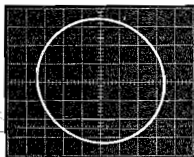

Abb. 18
- b) Durch Vergleichen mit einer bekannten Frequenz (X-Y-Betrieb). Bei dieser Meßmethode wird die bekannte sowie die zu messende Frequenz jeweils an einen der Eingänge "Y" ⑭ und Ext.-X/YB ⑮ gelegt. Schalter ⑩ auf linke Rastteile (EXT-X). Stehen die beiden Frequenzen in einem ganzzahligen Verhältnis zueinander, so ergeben sich die sogenannten "Lissajous-Figuren" nach Abb. 18.